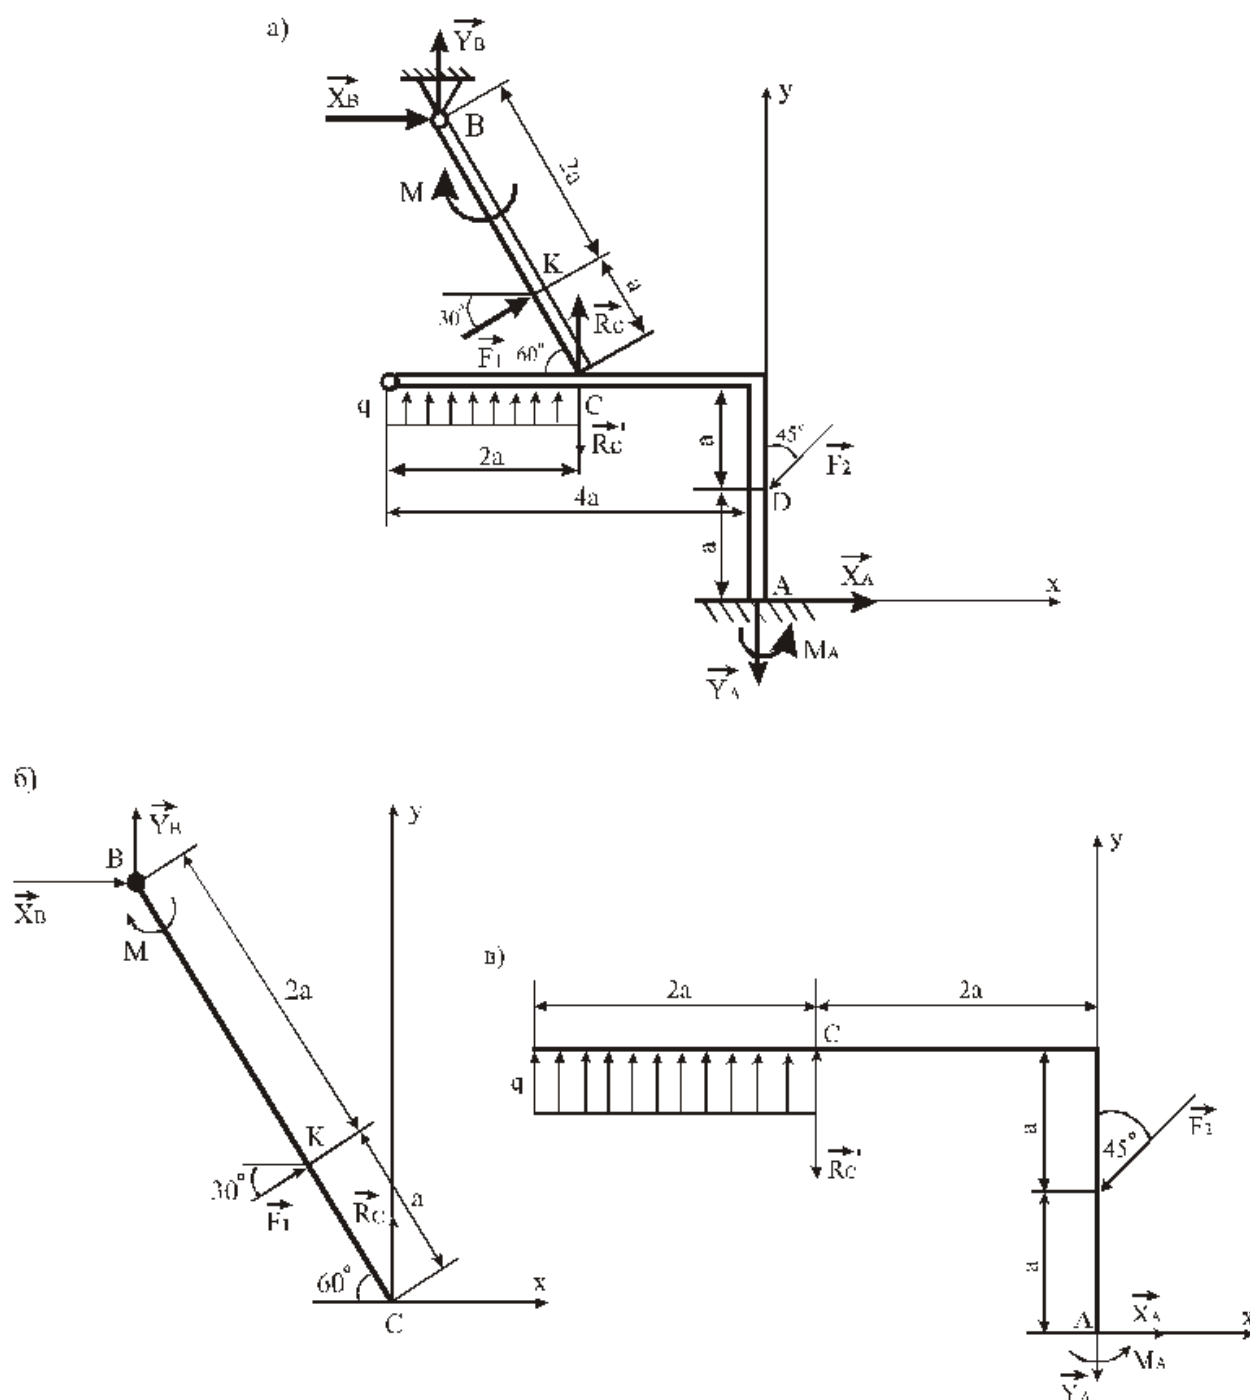

Рис.21
**Пример 9.** Конструкция (рис. 21) состоит из жесткого угольника и стержня, которые в точке С свободно опираются друг о друга. Внешними связями, наложенными на конструкцию, являются: в точке А – жесткая заделка, в точке В – шарнир. На конструкцию действуют: пара сил с моментом  $M=80$  кН·м, равномерно распределенная нагрузка интенсивности  $q=10$  кН/м и силы:  $F_1=15$  кН и  $F_2=25$  кН. При определении размеров конструкции принять  $a=0,35$  м. Определить реакции связей в точках А, В и С.